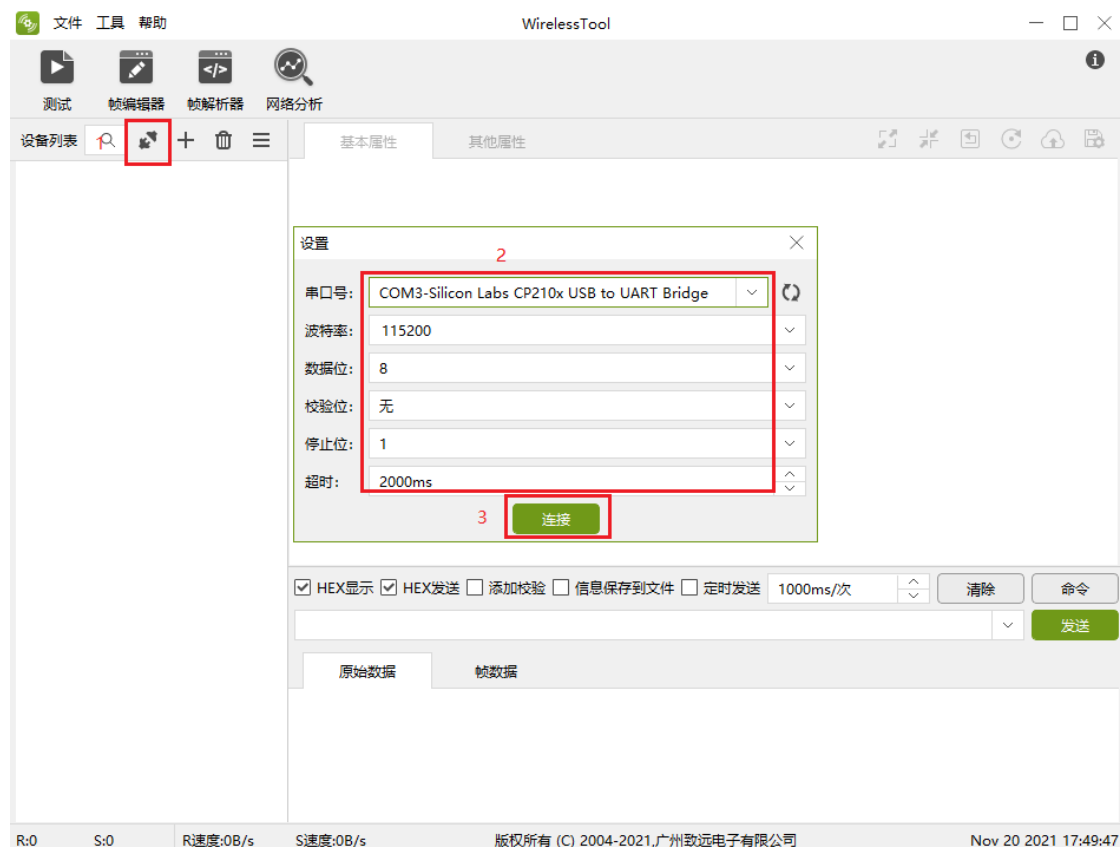

图 4.8 串口参数配置
a) 将模块的串口通过电平转换后连接到电脑，将模块上电，打开配置软件的【串口连接】图标，根据模块的串口参数，对串口号、波特率、数据位、校验位、停止位等进行设定，设定好串口参数后，点击【连接】按钮，详见图 4.8 所示。